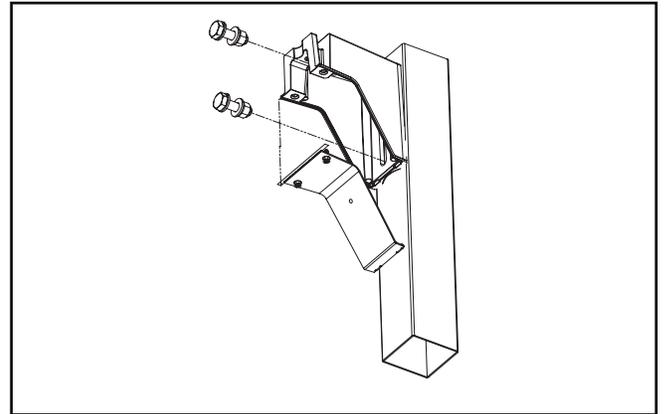

Figura 7.
2. Monte el brazo sobre el poste redondo o cuadrado con los pernos de 1/2" x 1-3/4", las arandelas y las tuercas. Ajuste los pernos con un torque de 40 pies-lbs. (55 Nm). (Figura 7.)